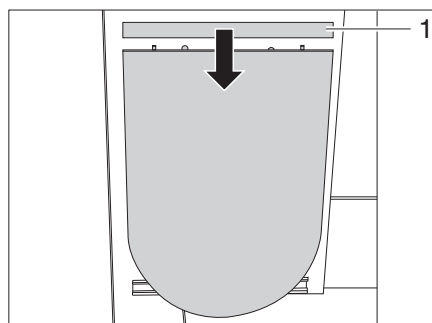

Bild 38 Klappstisch, eingeklappt
- Tischplattenverlängerung (Bild 38/1) oben in die Holzdübel aufsetzen.